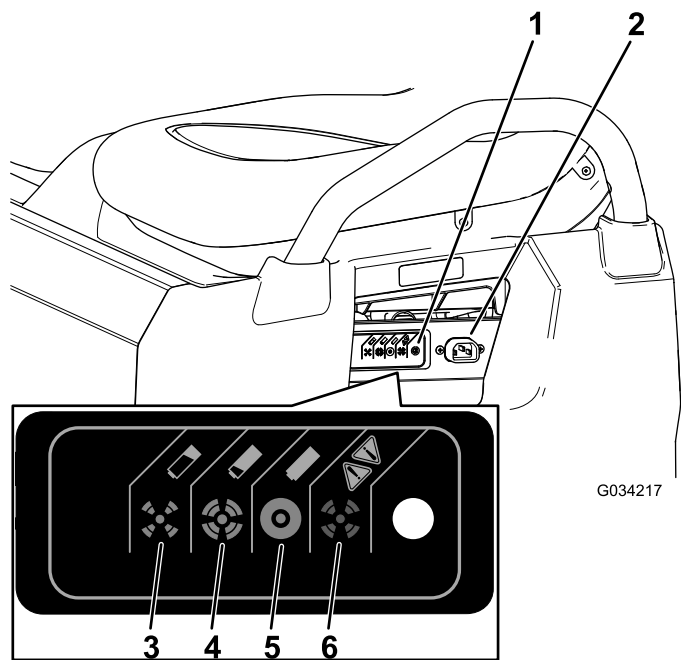

图 35
3. 将16号或更大直径、2.5m 或更短的充电器线连接到机器的充电插座 图 35。
请参阅下表和图 35 了解有关充电器状态指示灯不同颜色含义的信息。